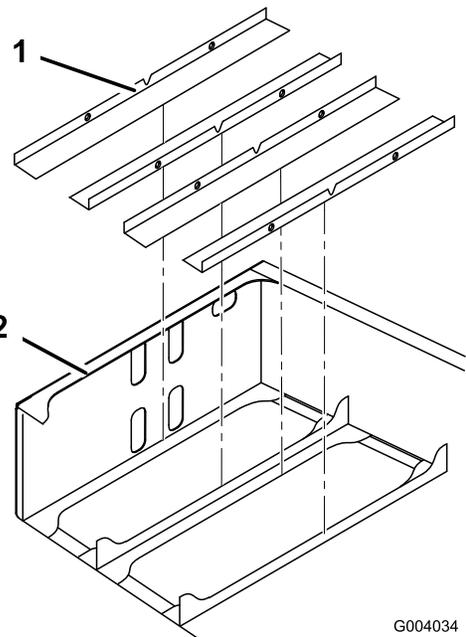

Bild 4
- Setzen Sie die Batteriefachpolster im Hinterrahmen ein (Bild 4).